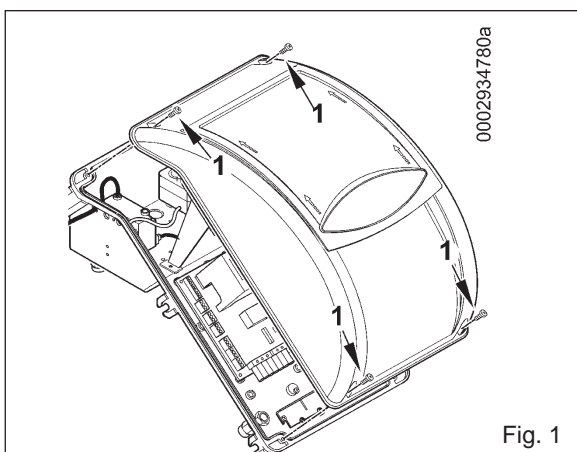

Fig. 1
- Снять крышку, открутив 4 винта (1), согласно рис. 1, при этом не убирая прозрачное окошко. Таким образом можно получить доступ к электрическому щиту горелки.